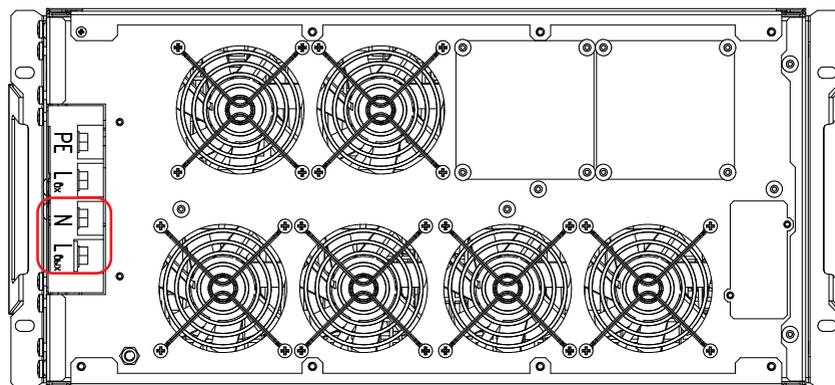

Рисунок 30. Стабилизаторы Штиль IS12000RT и IS15000RT. Выводы «N-Лвых» (расположение выводов «N-Лвых» у стабилизатора IS20000RT аналогично)
- у моделей IS12000RT, IS15000RT и IS20000RT к выводам «N-Lвых» (рисунок 30).